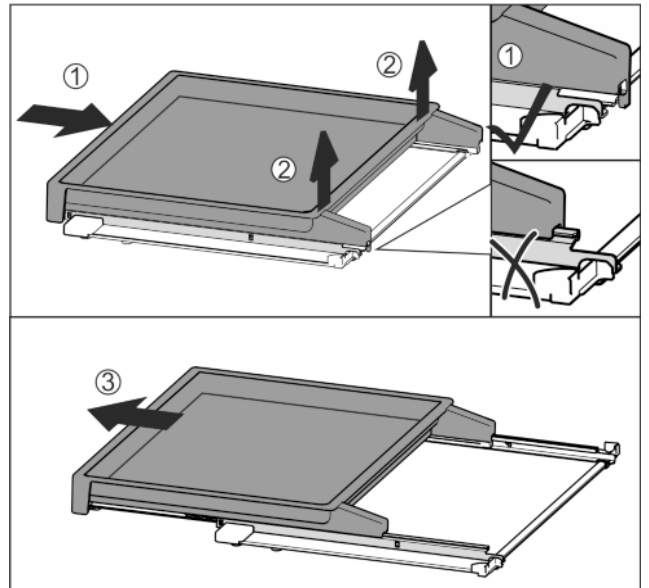

Fig. 37
- ▶ Introduzca completamente la tabla expandible Fig. 37 (1).
- ▶ Afloje el enganche en la parte trasera Fig. 37 (2).
- ▶ Retire hacia adelante la tabla expandible Fig. 37 (3).